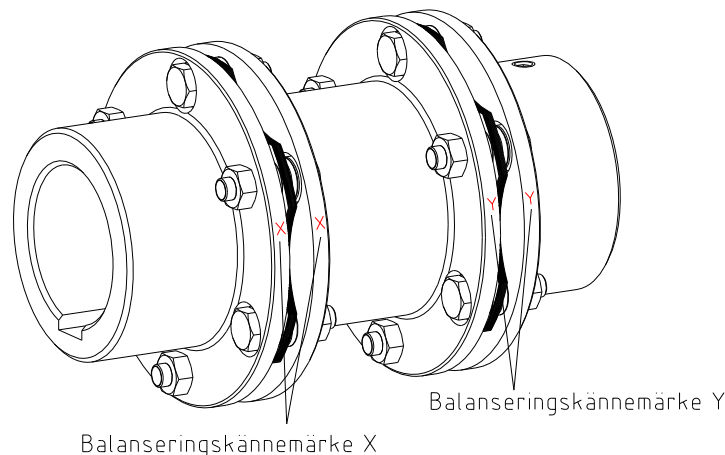

Bild 23: Upprikning av mellanstycke
- Vid montering av mellanstycket skall beaktas att upprikningen sker korrekt. Märket X (Y) på navet skall fluktureras mot märket X (Y) på mellanstycket (se bild 23).